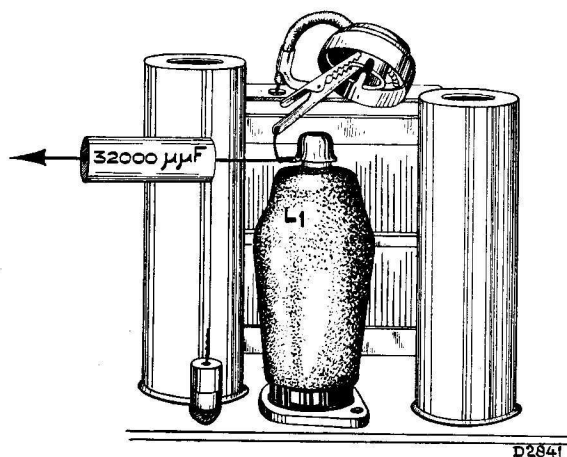

Fig. 2
4. Appliquer un signal modulé de 128 kc (pour les exécutions -49 et -46: 131 kc) à travers 32.000 μF sur la connexion du sommet de la lampe L1 (voir figure 2).